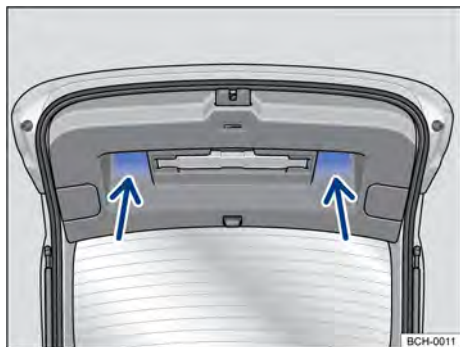

Fig. 58 Tampa traseira aberta: rebaixos (setas) para puxar e fechar.
- Puxar a tampa traseira pelo rebaixo no revestimento interno → Fig. 58 com impulso para baixo, de modo que se encaixe na fechadura → ⚠.